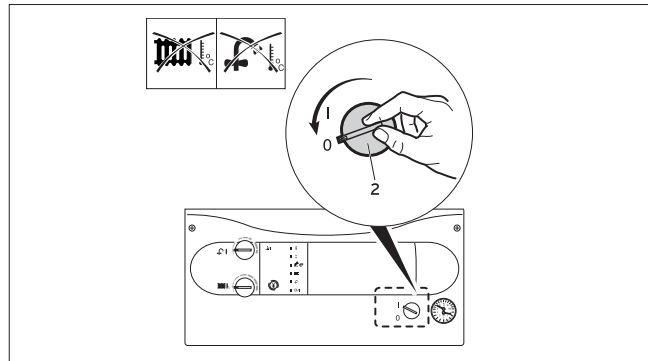

图4.12 完全关闭壁挂炉
- 将电源开关 (ON/OFF) 转到“0”的位置(参见图4.12)。